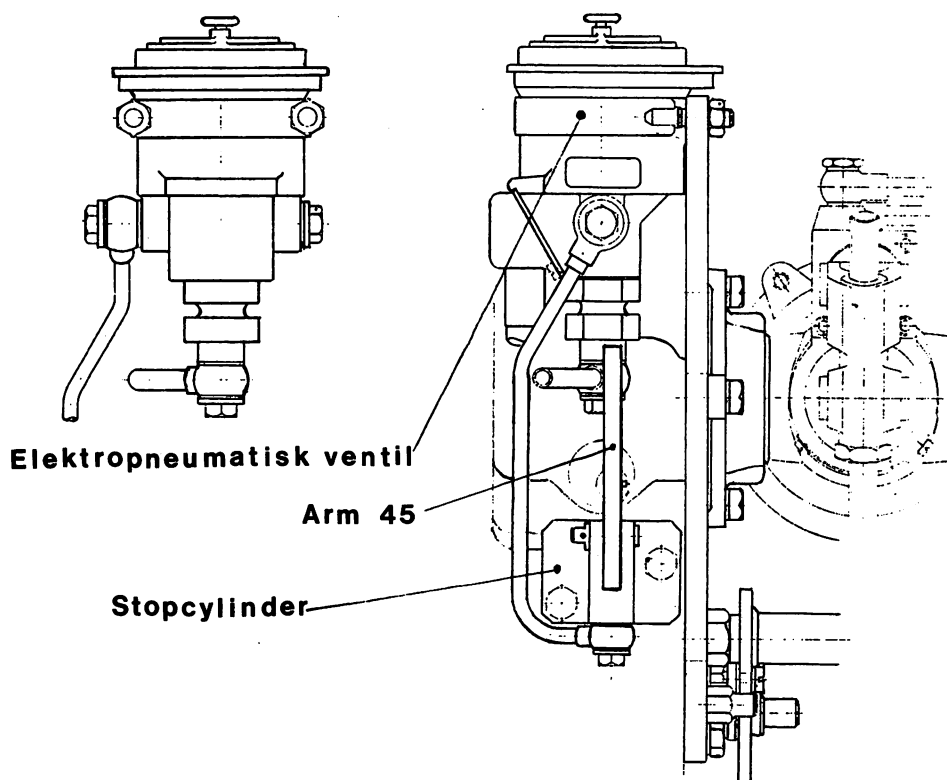

Fig 4.9 Trykluft – stopanordning
1) Den normale måde – se fig 4.9.